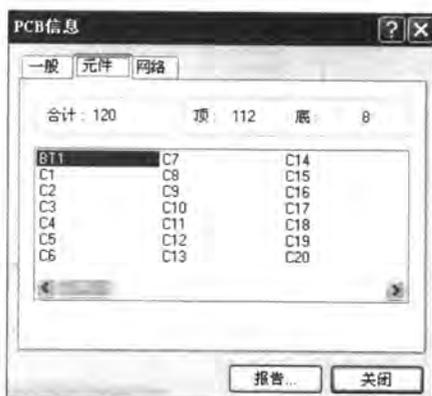

图 11-33 【元件】标签页
- [3] 打开【元件】标签页，显示了 PCB 上元器件的统计信息，包括元器件总数、各层放置的数量和元器件标志符列表，如图 11-33 所示。